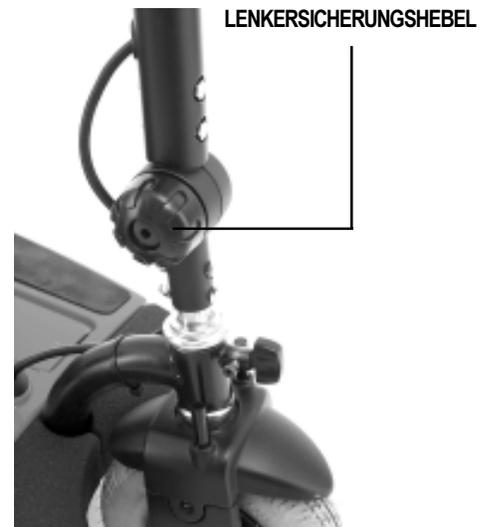

Abb. 12. Lenker Einstellung
1. Lenkersicherungshebel entgegen dem Uhrzeigersinn drehen, bis er sich lockert. Siehe Abb. 12.